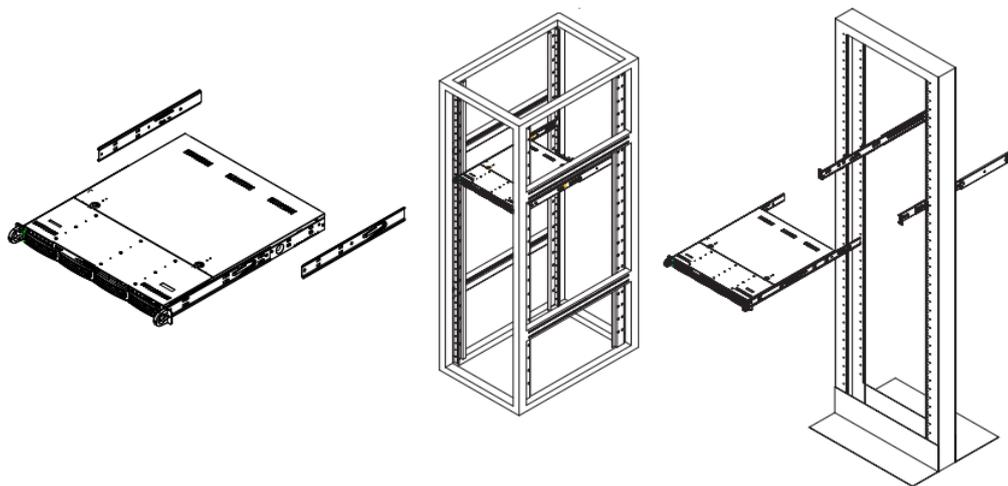

Рисунок 3. Монтаж сервера в стойку
2.5 Монтаж сервера осуществляется в стандартную стойку 19 дюймов, крепление сервера осуществляется с помощью специальных направляющих (рис. 3).